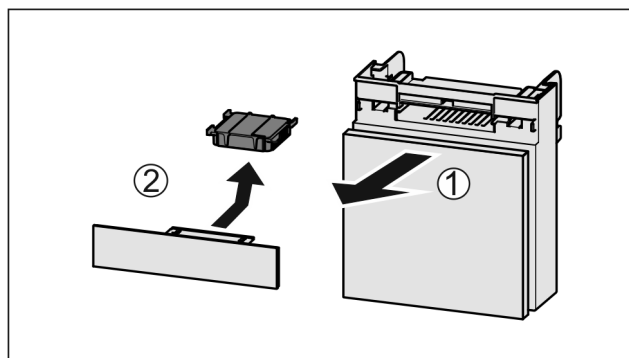

Fig. 142
- Zásuvku vytáhněte dopředu Fig. 142 (1).
- Filtr s aktivním uhlím vyjměte Fig. 142 (2).